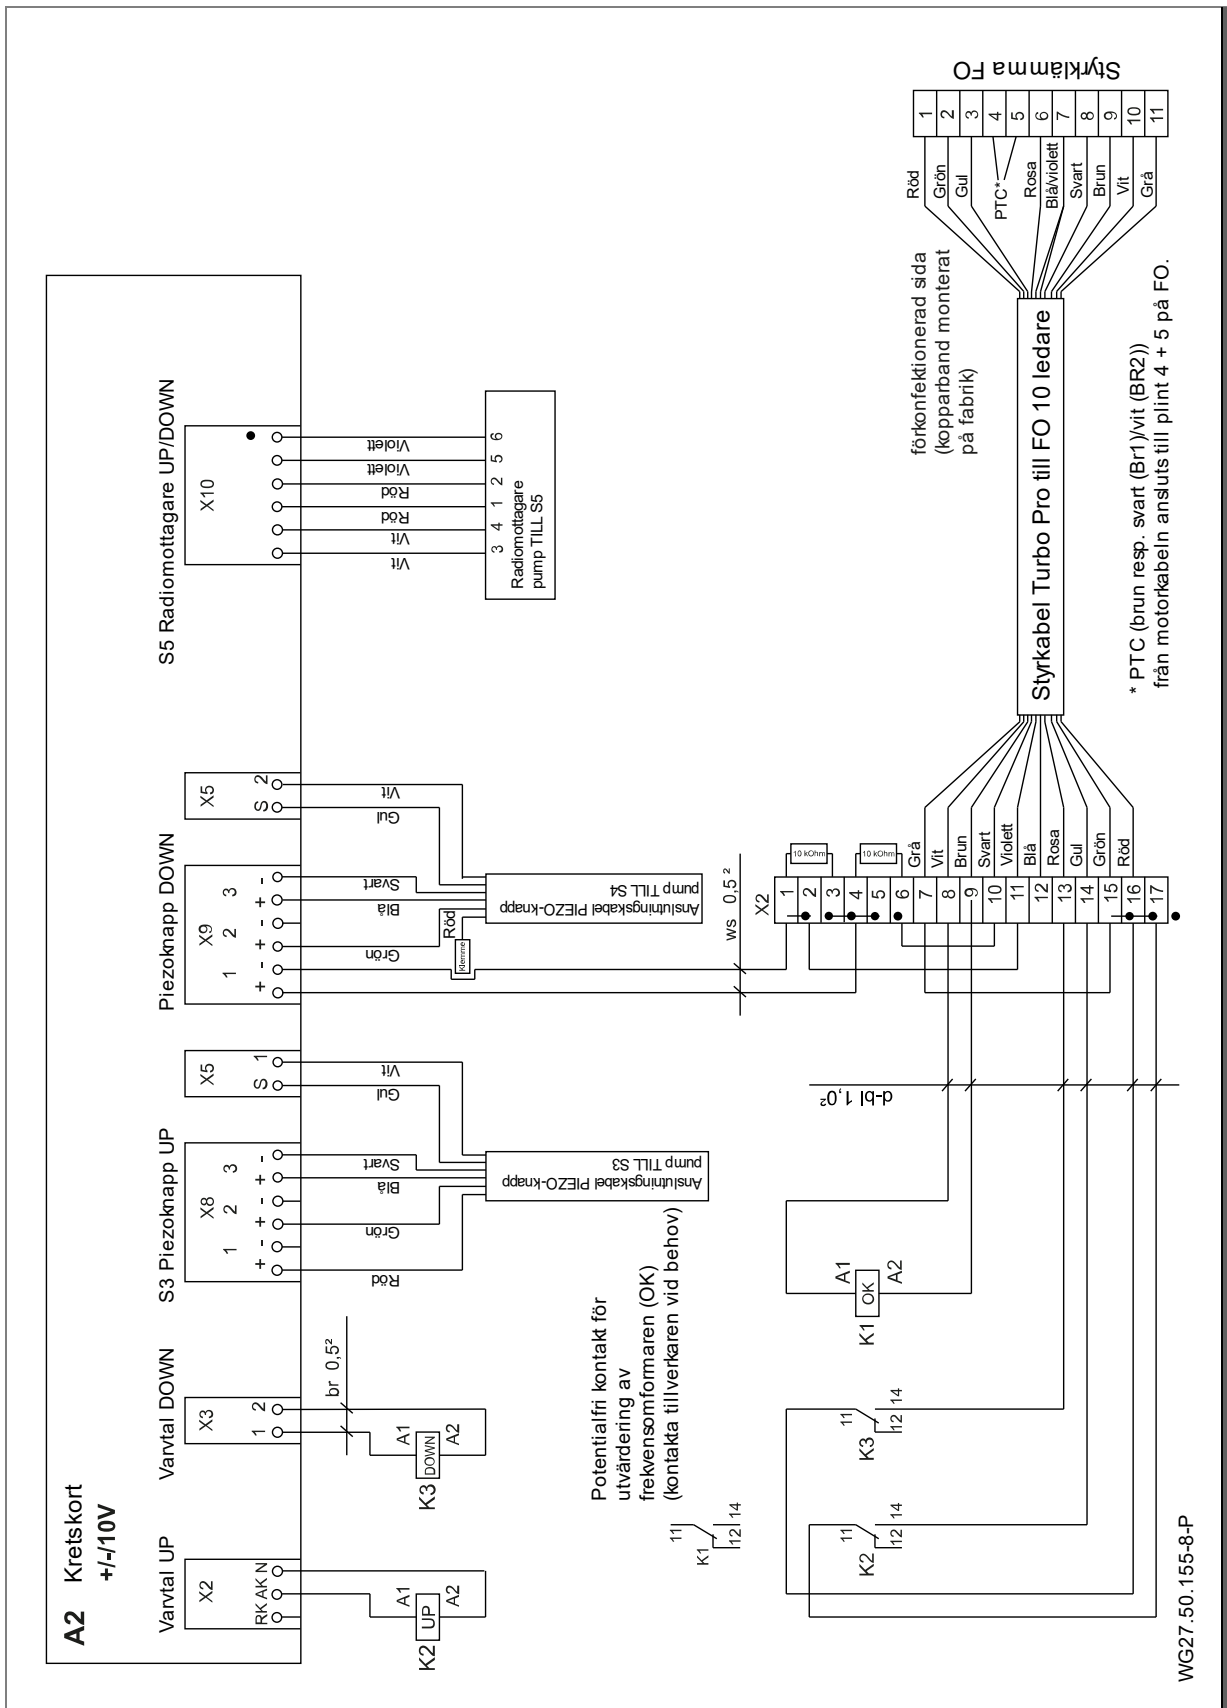

Bild 19
14. Ledarna för PTC (brun resp. svart (Br1)/vit (BR2)) ska kopplas enligt kopplingschemat. Se "Bild 19" på sida 25.